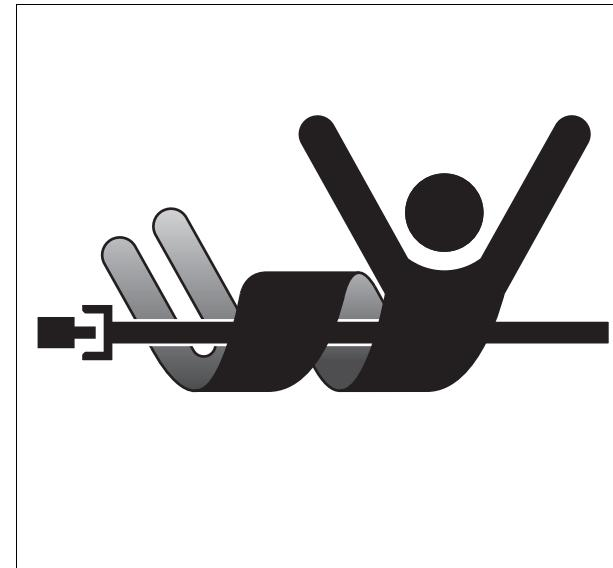

Рис. 7.
- Убедитесь, что на машине установлены все защитные кожухи вала МОМ и предупреждающие таблички *рис. 7*.